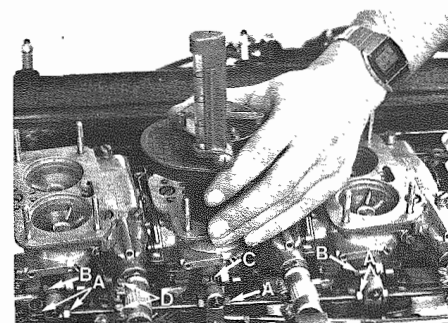

Fig. 18 - A - Dadi regolazione tirante comando farfalla
- 3) Equilibrare la depressione fra i quattro carburatori agendo sui dadi di regolazione tirante A (**Fig. 18**). Il Syncro-test deve dare la stessa indicazione su ogni carburatore. Mantenere il regime del motore a circa 800 giri/minuto agendo sulla vite C (**Fig. 18**).
- 3) Balance the vacuum between the four carburettors acting on rod A adjusting nuts (**Fig. 18**). The synchro-test has to give the same indication on each carburettor. Keep the engine running at about 800 rpm acting on screw C (**Fig. 18**).
- 4) Operando con una sola serie di vacuometri equilibrare la depressione fra i 4 carburatori agendo sui dadi A (**Fig. 18**). Mantenere il motore al regime di 800 giri/minuto tramite la vite C (**Fig. 18**).
- 4) Using one series of vacuo-meters balance the vacuum between the 4 carburettors acting on nuts A (**Fig. 18**). Keep the engine running at 800 rpm acting on screw C (**Fig. 18**).
- Staccare il tubo di mandata carburante D e tapparlo (**Fig. 18**).
- Disconnect fuel supply pipe D and plug it (**Fig. 18**).